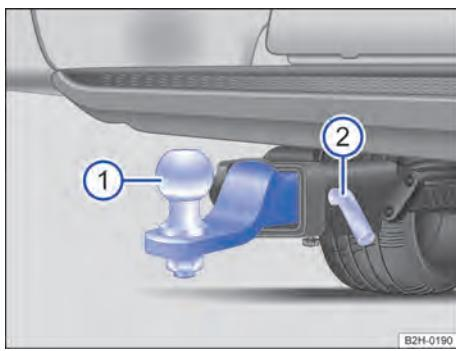

Fig. 94 Sob o para-choque traseiro: montar a rótula de engate.
- Empurrar a rótula de engate → Fig. 94 ① até o batente no alojamento.
- Empurrar o pino de travamento ② no alojamento e travar com o pino de bloqueio →
- Puxar o pino de travamento → Fig. 94 ② do batente.
- Remover a cabeça esférica ① do alojamento.